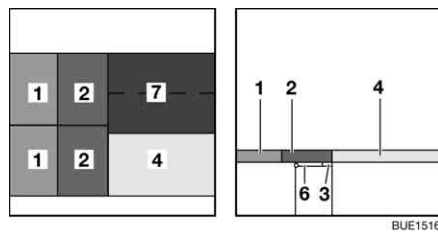

Fig. 139 Después de la transformación
- Colocar los cojines de asiento (Fig. 139,2) sobre las tapas de baúl-banco abiertas.
- Desplegar el cojín adicional (Fig. 139,7) y colocarlo en la mesa, delante del cojín del asiento (Fig. 139,4).